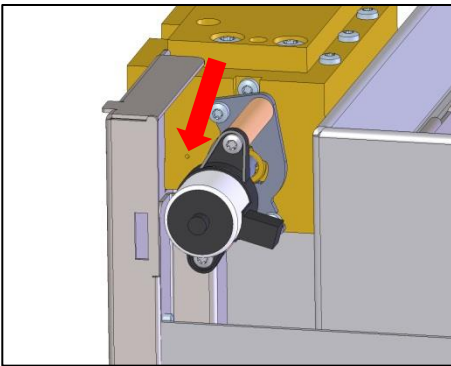

Рис. 52: Отверстие для доливки в устройство контроля уровня
- Медленно влить с помощью шприца водопроводную воду в рассчитанном количестве через боковое отверстие у переключающего клапана (→ Рис. 52).